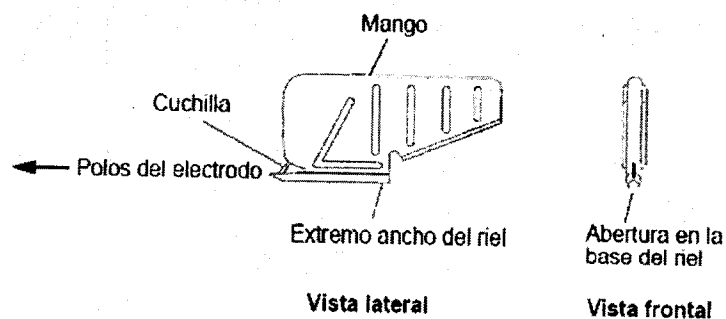

Figura 6. Extractor del anclaje.
3. Localice el extractor del anclaje (Figura 6).